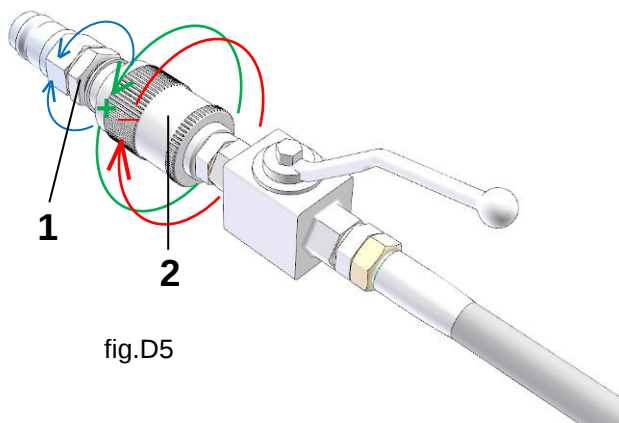

fig.D5
- **Telai mobili: valvola regolatrice di flusso (2 - fig.D5).**
- **Mobile chassis: flow control valve (2 - fig.D5).**